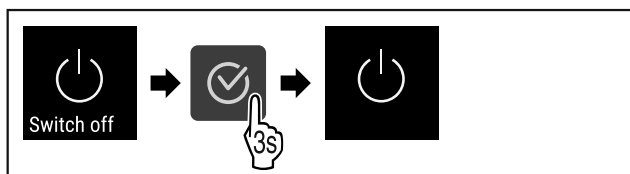

Fig. 65
► Stappen (zie Fig. 65) uitvoeren.